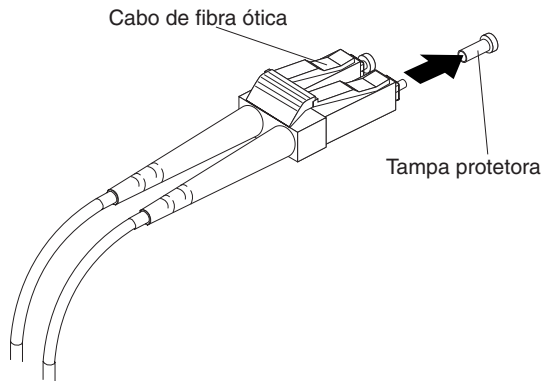

Figura 20. Removendo capas protetoras do cabo de fibra ótica
3. Remova as duas capas protetoras de uma extremidade do cabo LC-LC, conforme mostrado na Figura 20. Guarde a capa protetora para uso futuro.